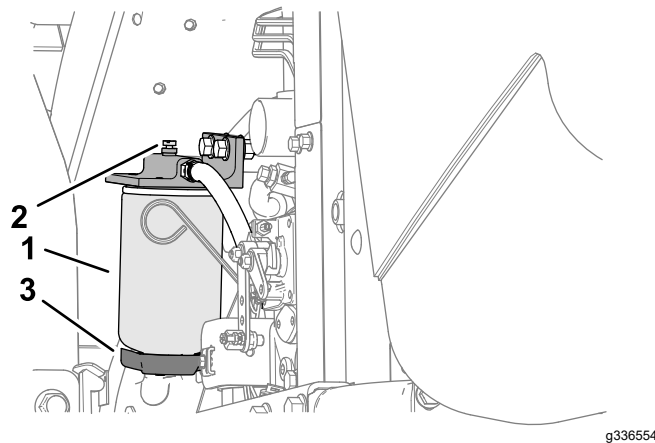

Рисунок 71
4. Открутите сливной кран в днище стакана фильтра (Рисунок 71).
3. Очистите область крепления корпуса фильтра (Рисунок 71).